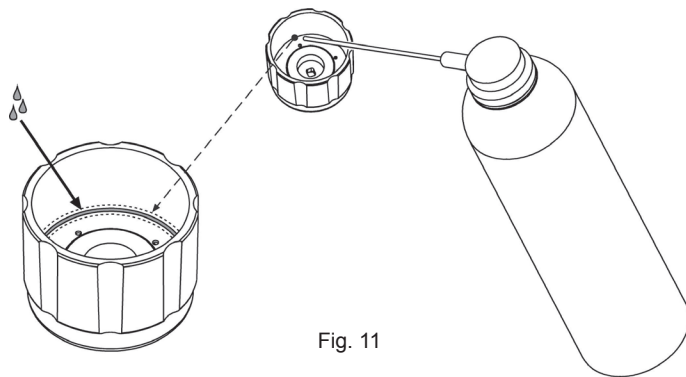

Fig. 11
- 3 Lubrificare con lubrificante di grado medicale nei punti indicati in Fig.11;